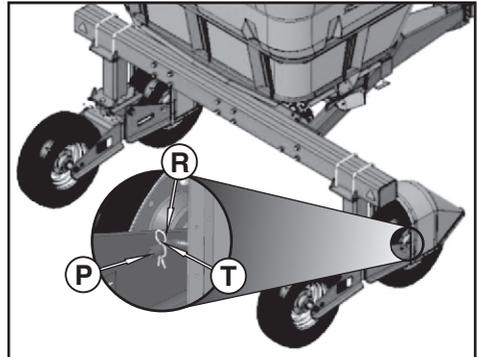

Figura 15 - Montagem do Conjunto Limpa-Trilhos
A fixação é feita por quatro pinos (P), encaixados nos tubos (T) do garfo. Posteriormente, coloca-se os grampos "R" (R), para travar os pinos (Ver Figura 15).